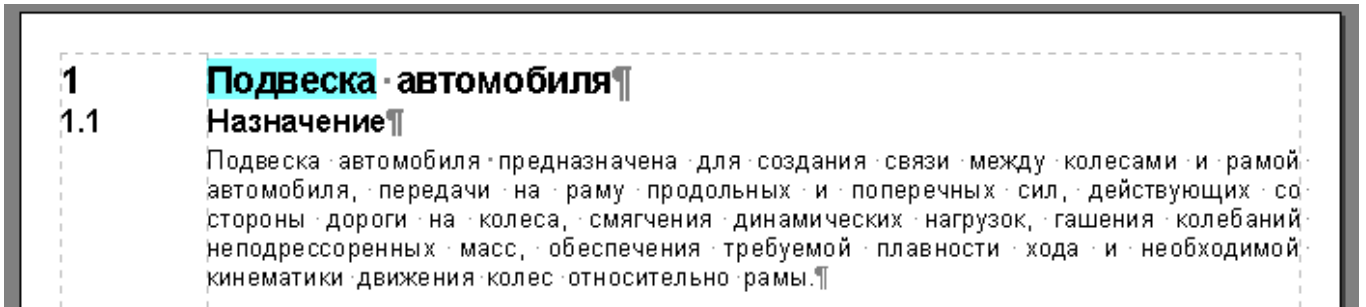

Рисунок 288
4) Нажмите на кнопку **Применить**. При наличии результатов поиска найденный фрагмент текста будет подсвечен в области просмотра документа (рисунок 288).
4) Нажмите на кнопку «Найти». При наличии результатов поиска найденный фрагмент текста будет подсвечен в области просмотра документа (см. рисунок 288).